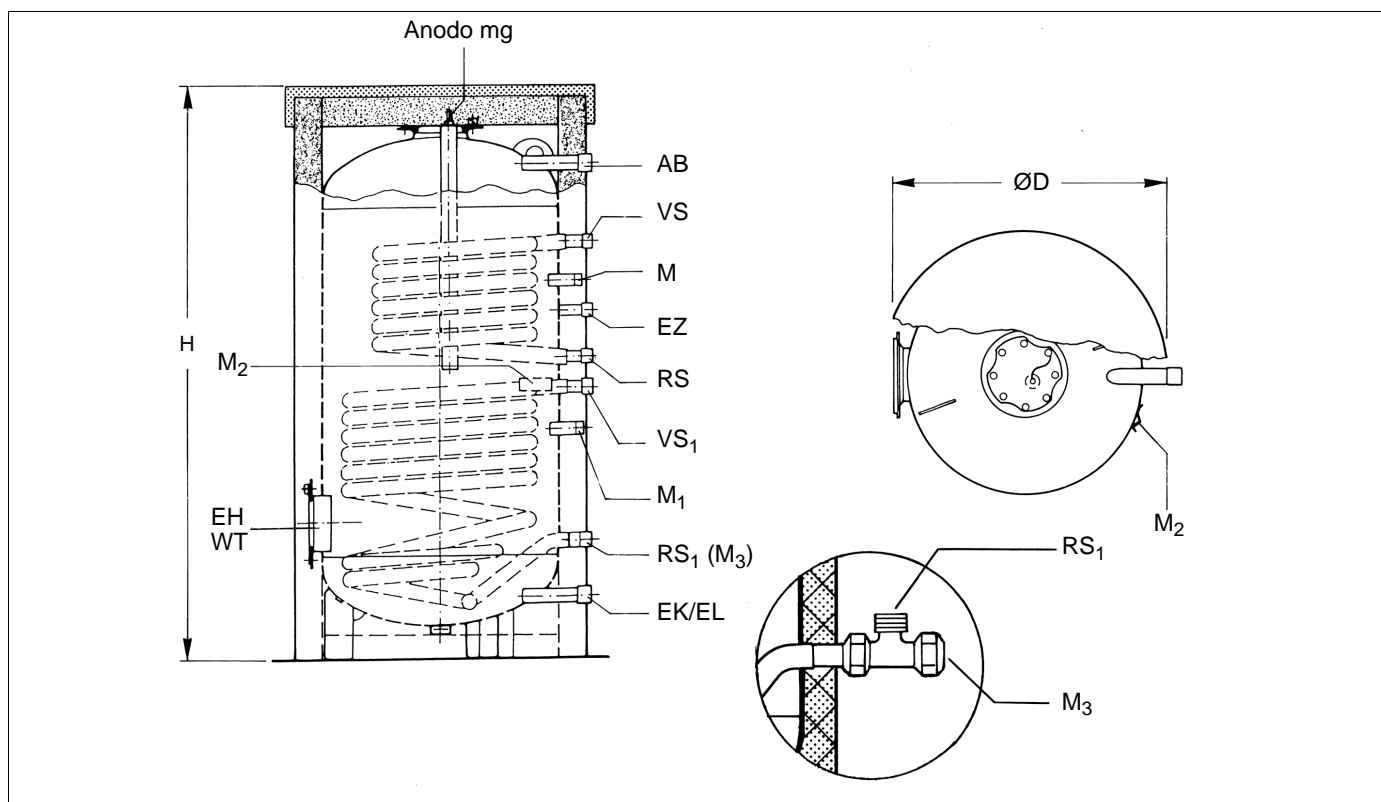

Fig. 1
- Montare le sonde nella guaina "M" (regolazione tramite la caldaia) vedi fig. 1